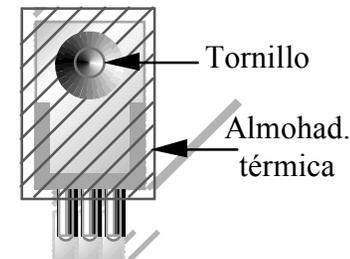

Figura 6-32
- Coloque las almohadillas autoadhesivas sobre Q7 y Q8 como muestra la Figura 6-32, con el agujero de la almohadilla centrado sobre el agujero de la pestaña del transistor. *La cara adhesiva debe estar en contacto con el transistor.*